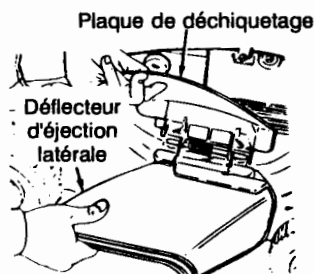

Figure 12
- Relevez le bouchon de déchetage à charnière qu'on se trouve sur le côté du plateau de coupe. Voir la figure 12.